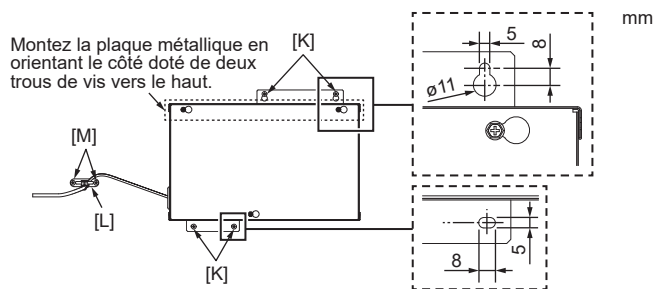

Fig. 4-6
- (1) Fixez l'interface d'alimentation électrique pour kit d'alarme [1] avec les 4 vis (non fournies) [K]. (Fig. 4-6)
- (2) Utilisez un niveau pour régler l'interface d'alimentation électrique pour kit d'alarme [1] par rapport au plan horizontal.